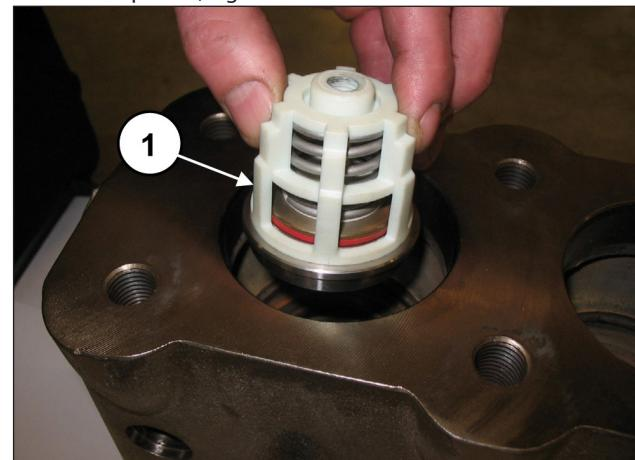
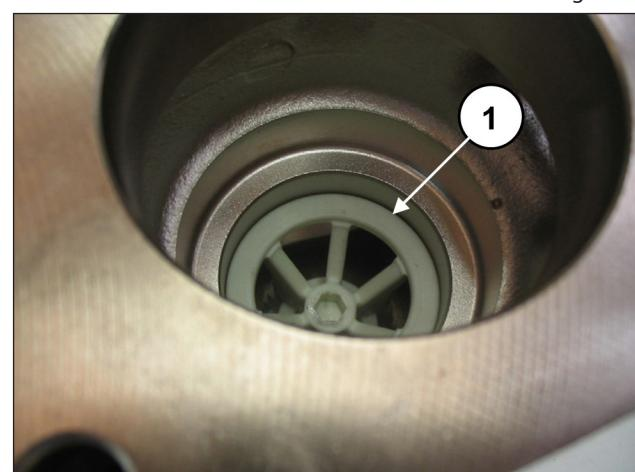

Fig. 115
Fig. 116
Introducir el grupo de la válvula de aspiración (pos. ①, Fig. 115) y, a continuación, el distanciador (pos. ①, Fig. 116). El grupo de la válvula se ha de introducir a fondo como se indica en la pos. ①, Fig. 116.